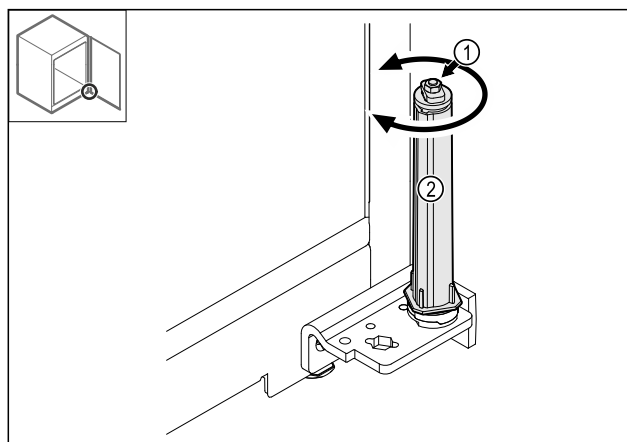

Fig. 40
- Ikke demonter skruforbindelsen Fig. 40 (1) til låsesystemet.
- Drei låsesystemet Fig. 40 (2), til det klikker.